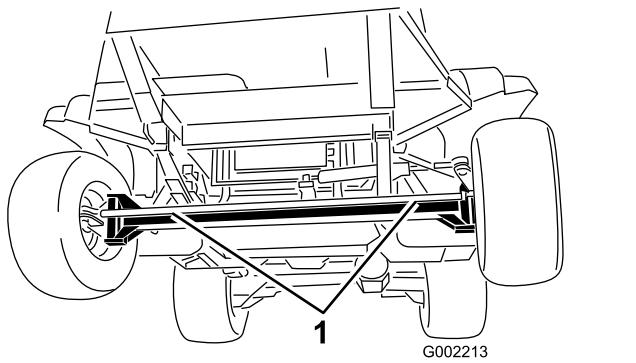

**Figure 92**
3. Tournez la vanne de remorquage (Figure 92) de 90° dans un sens ou dans l'autre pour l'ouvrir.